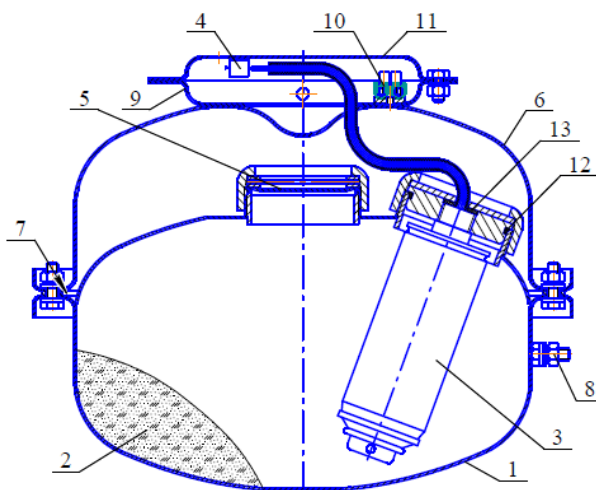
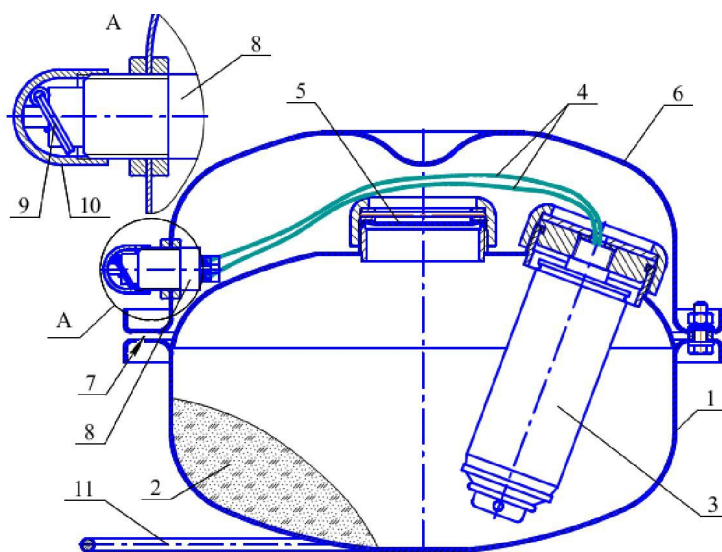
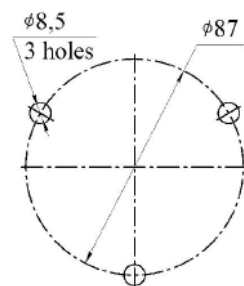
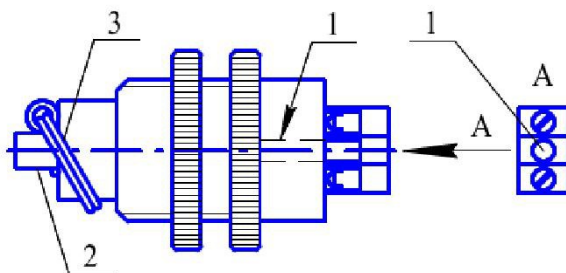

Figura 1
Figura 2
Figura 3
Figura 5
4.1.1 Modulul MPP (vezi Figura 1) este compus din carcasă **1**, în care sunt amplasate pulbera de stingere (PS) **2** și sursa de gaz rece (SGR) **3**, împreună cu elementul declanșator **4**. Orificiul pulverizatorului pentru evacuarea pulberii de stingere este obturat de membrana **5**. Pe carcasă **1**, în partea cu orificiul de evacuare a pulberii, este montat un deflector **6**. Duza de pulverizare **7** este reprezentată de fanta circulară dintre carcasa **1** și deflectorul **6**. Modulul este prevăzut cu borna de împământare **8**. Pe deflector este fixată flanșa **9** în care sunt amplasate clemele de contact **10** pentru conductorii elementului declanșator și conexiunile dispozitivului de declanșare. MPP este prevăzut cu suportul **11** pentru montaj pe tavan, pe perete sau pe pardoseală.
4.2.1 Modulul MPP (vezi Figura 2) este compus din carcasă 1, în care sunt amplasate pulbera de stingere (PS) 2 și sursa de gaz rece (SGR) 3, împreună cu elementul declanșator 4. Orificiul pulverizatorului pentru evacuarea pulberii de stingere este obturat de membrana 5. Pe carcasă 1, în partea cu orificiul de evacuare a pulberii, este montat un deflector 6. Duza de pulverizare 7 este reprezentată de fanta circulară dintre carcasa 1 și deflectorul 6. Pe deflector este fixat un dispozitiv de declanșare 8 cu știftul 9 pentru declanșarea MPP acoperit cu capac 10. MPP este prevăzut cu mâner 11 pentru deplasarea modului și amplasarea acestuia în zona focarului de incendiu.
- depozitarea MPP fără capac **10** (vezi Figura 2);
6.1.2 Se montează suportul **11** (vezi Figura 1) de tavan, pe perete, pe pardoseală sau altă suprafață portantă. Amplasarea orificiilor din suport pentru montajul MPP este indicată în Figura 3.
6.2.2 Apucați MPP de mâner **11** (vezi Figura 2), desfaceți cu cealaltă mână capacul de protecție **9** de pe conectorul electric **8** și scoateți știftul **10**.
- CGS-5(M)-01 SIAV 066614.025.000 TU pentru MPP(N)-5-I-GE-U2; CGS-5(M)-02 SIAV 066614.025.000 TU pentru MPP(N-T)-5-I-GE-U2, sau CGS-5(M)-06 SIAV 066614.025.000 TU pentru MPP(N-T1)-5-I-GE-U2 (vezi elementul 3 din Figura 1); CGS-5(M)-05 SIAV 066614.025.000 TU pentru MPP(N-R)-5-I-GE-U2 (vezi elementul 3 din Figura 2) – 1 bucată;
7.4 Pentru resetarea dispozitivului de lansare manuală după operarea MPP trebuie ridicată tija **2** prin gaura **1** (vezi Figura 5) din baza dispozitivului și fixarea acesteia cu ajutorul știftului **3**. Pentru ridicarea tijei **2** trebuie utilizată o joă neascuțită cu diametrul de 1,5 – 2 mm. Acoperiți partea superioară a unității de declanșare cu capacul **10** (vezi Figura 2) după resetare.